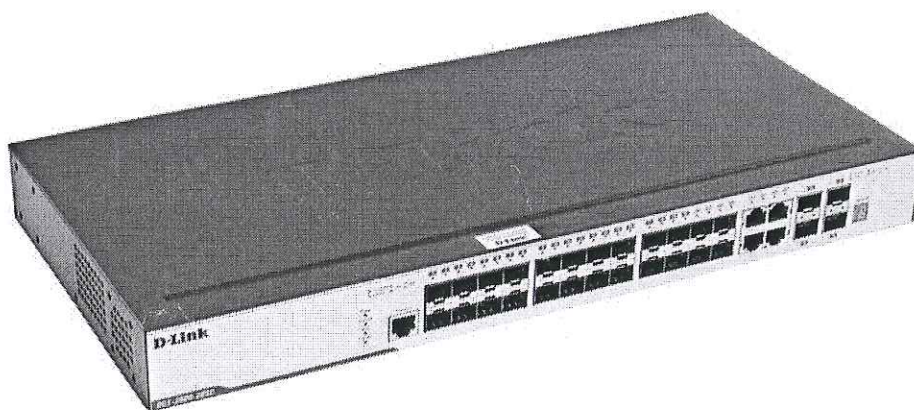

Рисунок 6 - Передняя панель коммутатора.
5.6 Для соединения нескольких узлов сети в КСО установлен сетевой коммутатор. На передней панели коммутатора (см. рисунок 6) расположены: